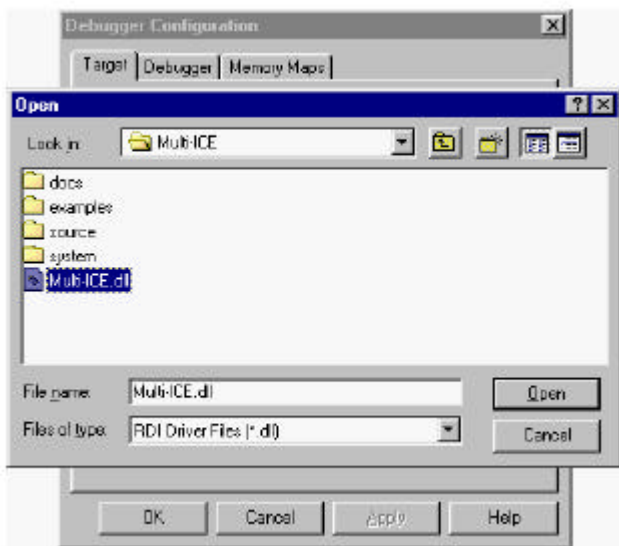

图 31 使用 ADW 选择 Multi-ICE
- c 找到 Multi-ICE.dll 文件,选中它,然后点击 Open 对话框,如图 31 所示。